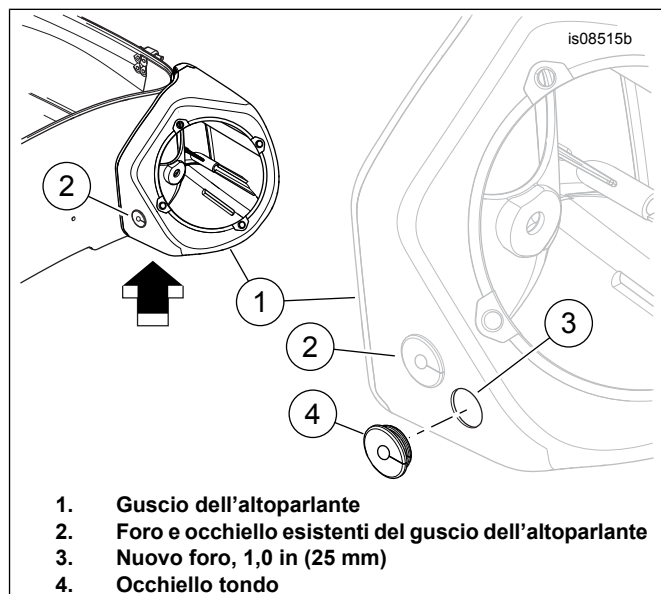

Figura 1. Installazione dell'occhiello
Vedere Figura 1. Con un trapano, eseguire un **nuovo** foro (3) in ogni guscio dell'altoparlante (1), a distanza dall'occhiello esistente (2), approssimativamente dove indicato.